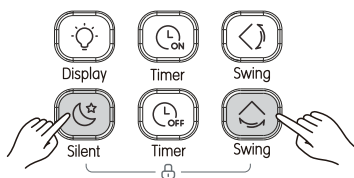

Imagen 3.19
- 1) Pulse  y  al mismo tiempo para bloquear el botón (consulte la Imagen 3.19), y la pantalla mostrará el icono de bloqueo ;